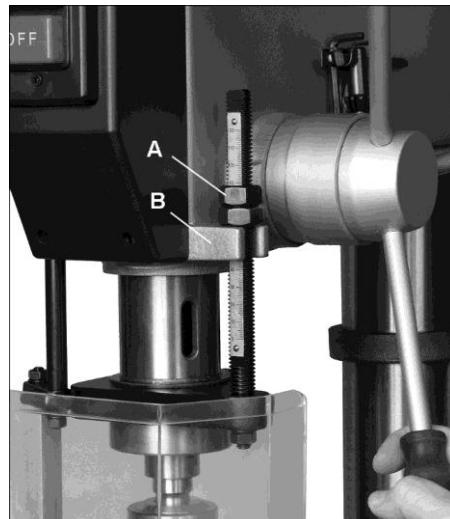

Рис. 8-1: регулировка упора глубины сверления
3. Другой рукой закручивайте контргайки (A, Рис. 8-1) на упорном стержне до тех пор, пока они не будут плотно притянуты к упору (B).